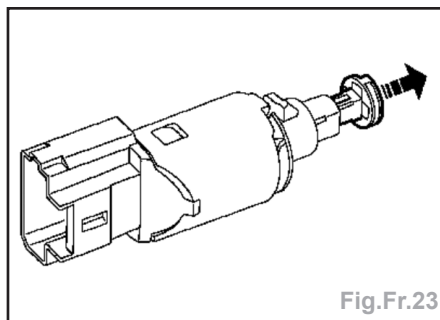

Fig.Fr.23
- Tirer impérativement sur l'extrémité du capteur pour le positionner au minimum (Fig.Fr.23).